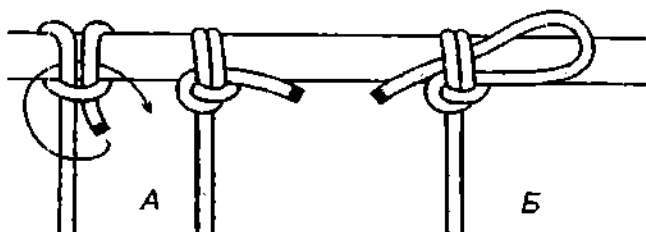

Рис. 596. А – аккуратный узел; Б – быстроразвязывающийся аккуратный узел.
**Аккуратный узел** – это **коровий узел** с подоткнутым под оба шлага ходовым концом (рис. 596 А). За счёт того, что ходовой конец прижимается к опоре, узел хорошо выдерживает переменную нагрузку и ослабление троса. Если под шлагги просунуть ходовой конец сложенный петелькой, то такой узел можно будет быстро раздать в нужный момент (рис. 596 Б).